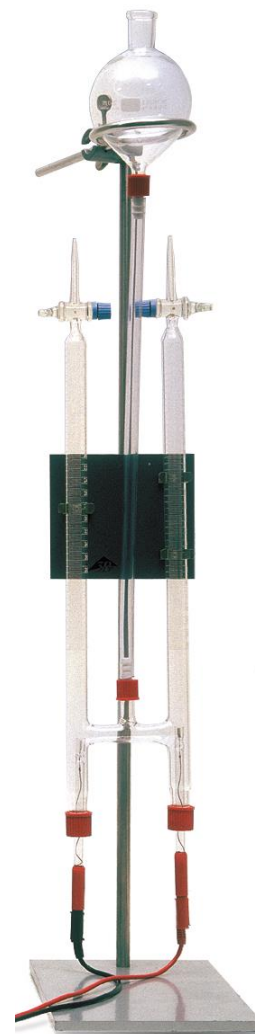

Fig. 1: Hofmann'scher Wasserzersetzungsapparat.
- Niveaugefäß zunächst in der größtmöglichen Höhe am Stativstab arretieren (Fig. 1). Stativring so weit wie möglich nach vorne aus der Muffe herausziehen.